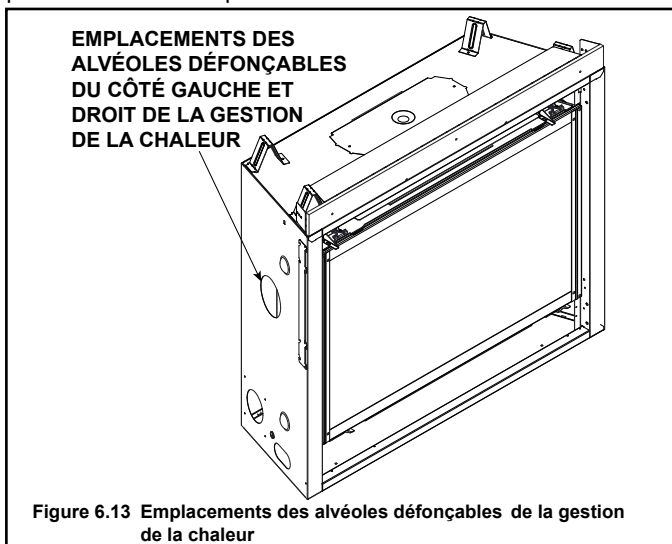

Figure 6.13 Emplacements des alvéoles défonçables de la gestion de la chaleur
- Localisez les alvéoles défonçables à gauche et à droite de l'appareil. On peut installer un ou deux systèmes de gestion de la chaleur. Voir la Figure 6.13. Retirez les alvéoles défonçables de l'appareil à l'aide de cisailles de ferblantier.